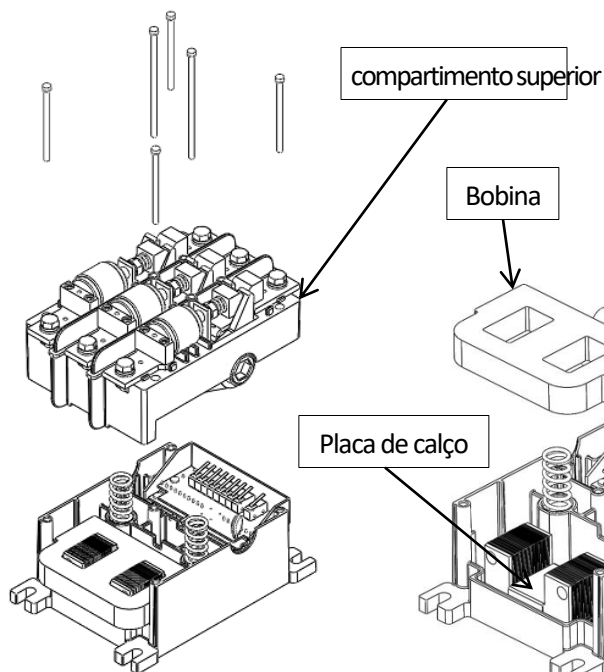

FIGURA 8
4. Remova os 6 (seis) parafusos que fixam o compartimento superior ao inferior, removendo primeiro os 4 (quatro) parafusos externos e depois os 2 (dois) centrais. **NOTA** – remover os parafusos centrais liberará as molas de retorno. Remova cuidadosamente o compartimento superior, deixando as molas de retorno no compartimento inferior (FIGURA 8).
7. Recoloque cuidadosamente o compartimento superior, assegurando que esteja orientado corretamente e que as molas de retorno estejam assentadas nos dois amortecedores externos no fundo do operador de contato (FIGURA 10). Recoloque os 6 (seis) parafusos que fixam o compartimento superior. Aperte por igual os parafusos em um padrão em diagonal aproximadamente duas voltas, até alcançar um aperto de 15-20 lbf.in no mesmo padrão em diagonal (FIGURA 8).